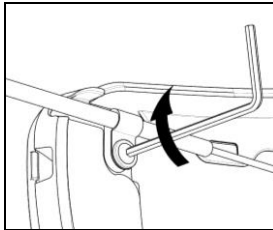
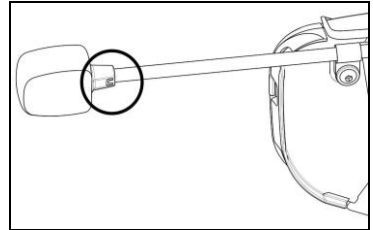

Fig. 36
Fig. 37
- Posizionare il microfono sul lato sinistro del casco avvitando la vite al telaietto scocca (Fig. 36). Controllare che il lato del microfono con la scritta "n" sia rivolto verso l'interno del casco (Fig. 37).